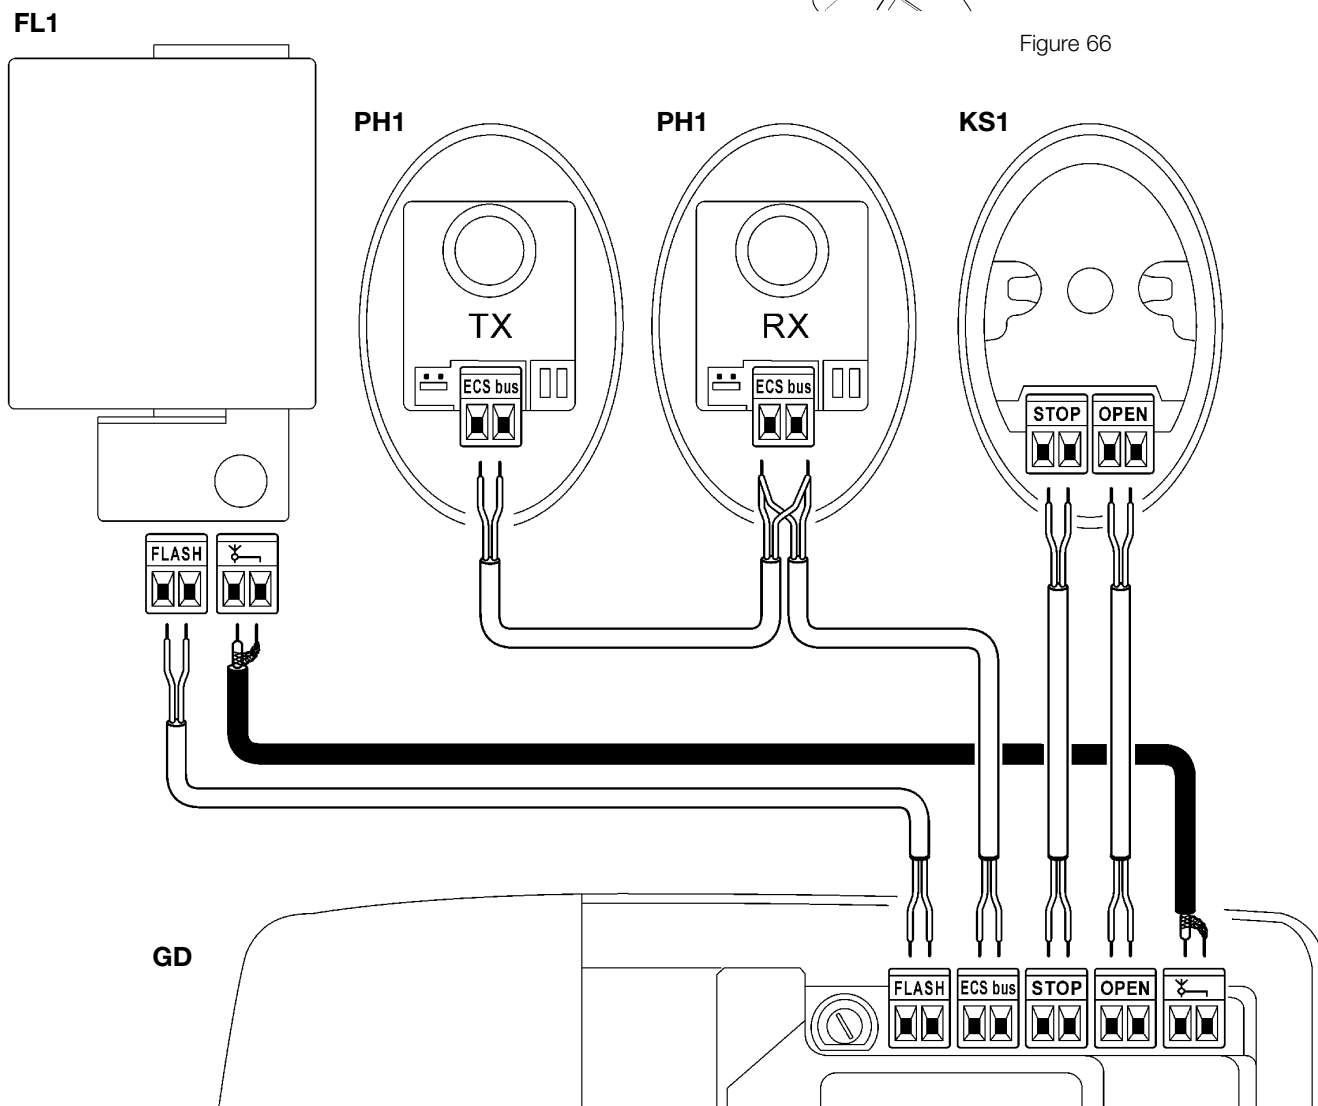

Figure 65
3 Se référer à la figure 65 pour effectuer la connexion électrique à très basse tension des différents dispositifs aux bornes de la logique de commande.
- Dans presque toutes les connexions, il n'est pas nécessaire de respecter une polarité quelconque; pour le câble blindé de l'antenne uniquement, incorporée au clignotant FL1 (accessoire en option), il faut connecter le conducteur central et le blindage comme l'illustre la figure 65.
1 Réaliser le fascicule technique de l'automatisation qui devra comprendre au moins: dessin d'ensemble (par exemple figure 1), schéma des connexions électriques (par exemple figure 65), analyse des risques et solutions adoptées, déclaration de conformité du fabricant de tous les dispositifs utilisés. Pour GD, utiliser l'annexe 1 "Déclaration CE de conformité des composants de GD"